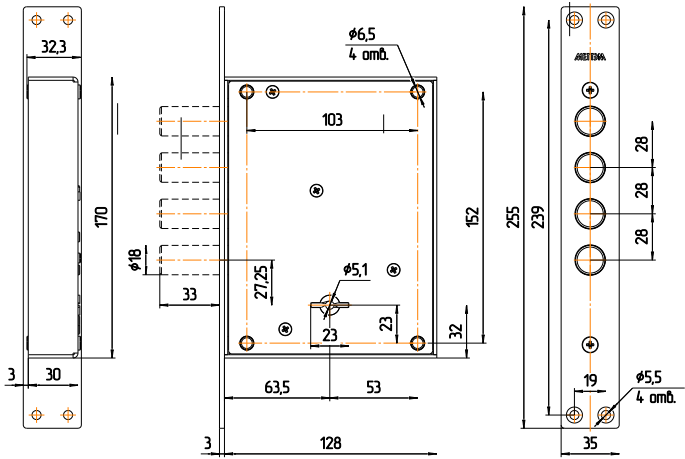

Рис.2
5.1. Произвести разметку и выполнить на полотне двери гнездо для корпуса замка, отверстие для ключа, а в дверной коробке – отверстия для пальцев засова (см. рис.2).